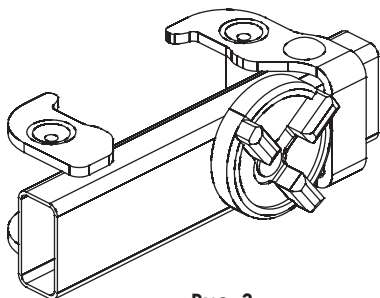

Рис. 3
1. Специальная конструкция замка REX (рис. 3), позволяющая устанавливать его на рёбра щитов (рис. 3а), а также правильный угол захвата профиля рамы щита, обеспечивает выравнивание щитов в плоскости, образуя прочное и ровное соединение.
Рис. 3а